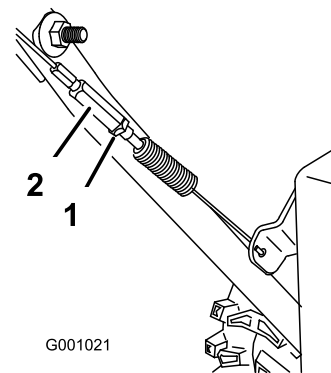

Figura 34
3. Serrate il controdado (Figura 34).